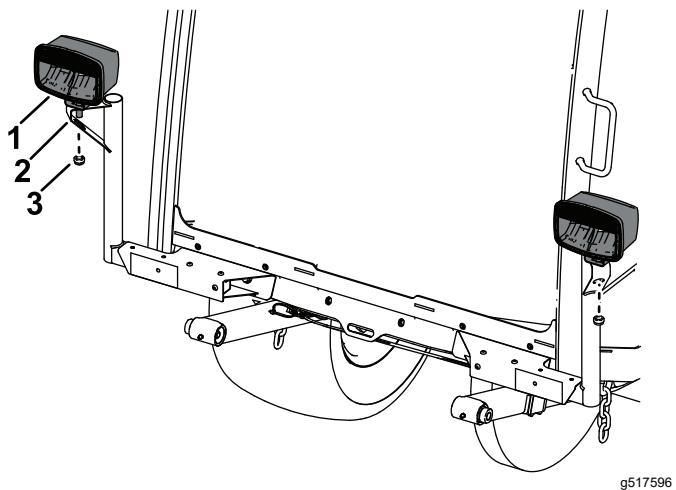

Figura 16
- Prenda o conjunto da luz esquerda e conjunto da luz direita à montagem da luz esquerda e montagem da luz direita utilizando a porca hexagonal nos conjuntos das luzes (Figura 16).